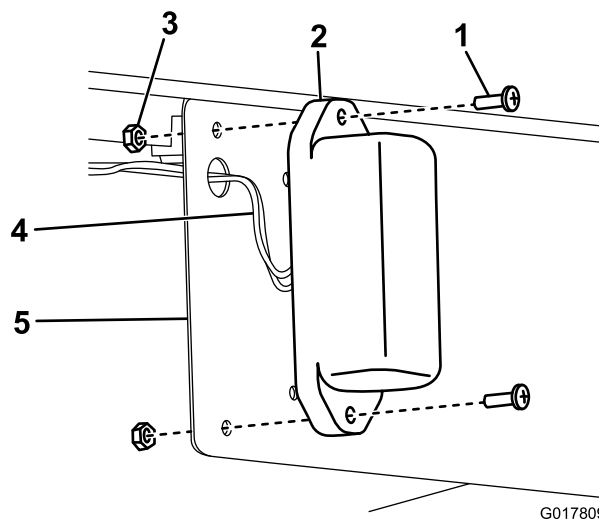

Рисунок 13
5. Прикрепите две лампы освещения номерного знака к кронштейну номерного знака с помощью оставшихся винтов (10-24 x 5/8 дюйма) и контргайк (Рисунок 13).